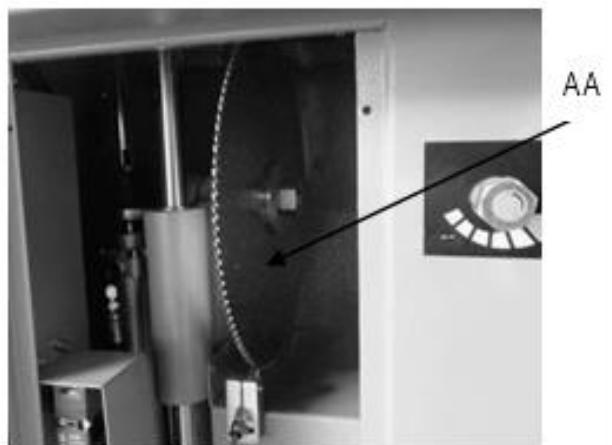
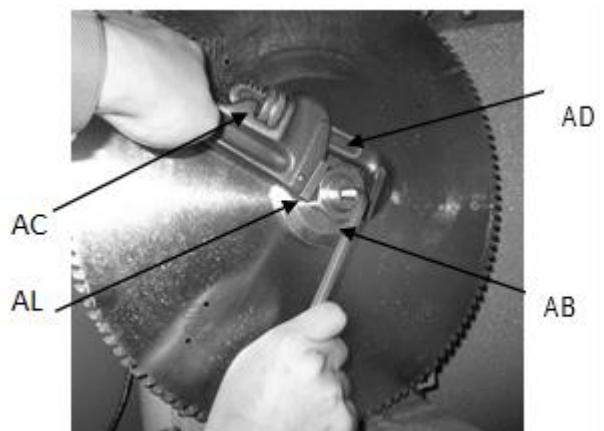

Рис. 10
Рис. 11
3. Убедитесь, что пильный диск AA (Рис. 10) больше не вращается.
Для установки отрезного диска AA (Рис. 10) потребуются ключи AB и AC (Рис. 11). Вставьте ключ AB (Рис. 11) в торцевое отверстие мотор-шпинделя. Установите ключ AC (Рис. 11) на гайку AD (Рис. 11). Держите ключ AB (рис. 11) неподвижно и ослабляйте гайку AD (Рис. 11), поворачивая ее по часовой стрелке при помощи ключа AC (Рис. 11). Снимите гайку AD (Рис. 11) и фланец AE (Рис. 11), замените пильный диск AA (Рис. 10), убедившись, что поверхности контакта всех деталей чистые, чтобы избежать вредных вибраций. Установите фланец AE (Рис. 11) и гайку AD (Рис. 11), зафиксируйте их при помощи ключей AB и AC (Рис. 11). Убедитесь, что пильный диск острый и в рабочем состоянии.